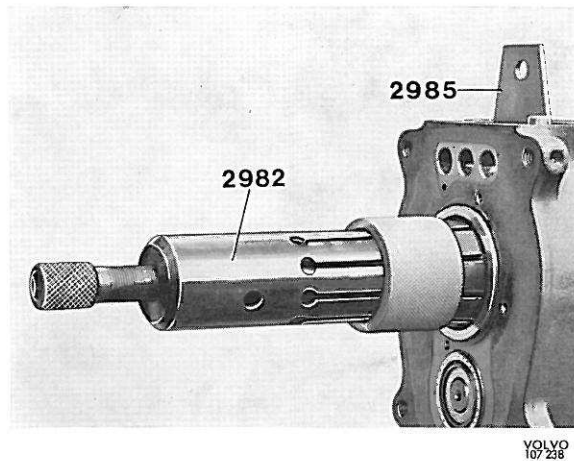

Figure 14. Démontage de roulement d'arbre primaire
7. Retirer le jonc de verrouillage et extraire le roulement d'arbre primaire en se servant de l'extracteur 2982, voir figure 14. Enlever l'outil d'appui 2985.